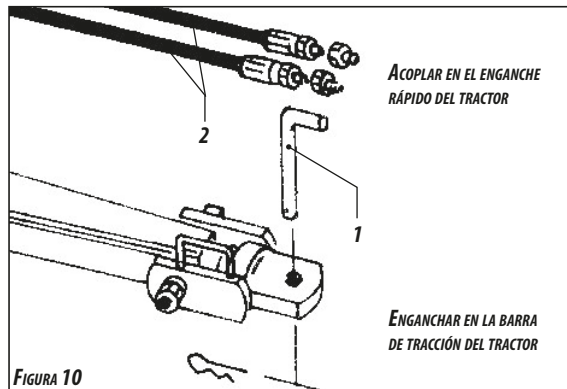

FIGURA 10
- Para enganchar la rastra en la barra de tracción del tractor, debese observar el alineamiento de los mismos, regular la altura exacta en el enganche de la rastra y usar el perno "L" de enganche (1) **figura 10**.
- Enganchar las mangueras (2) en el enganche rápido del tractor.